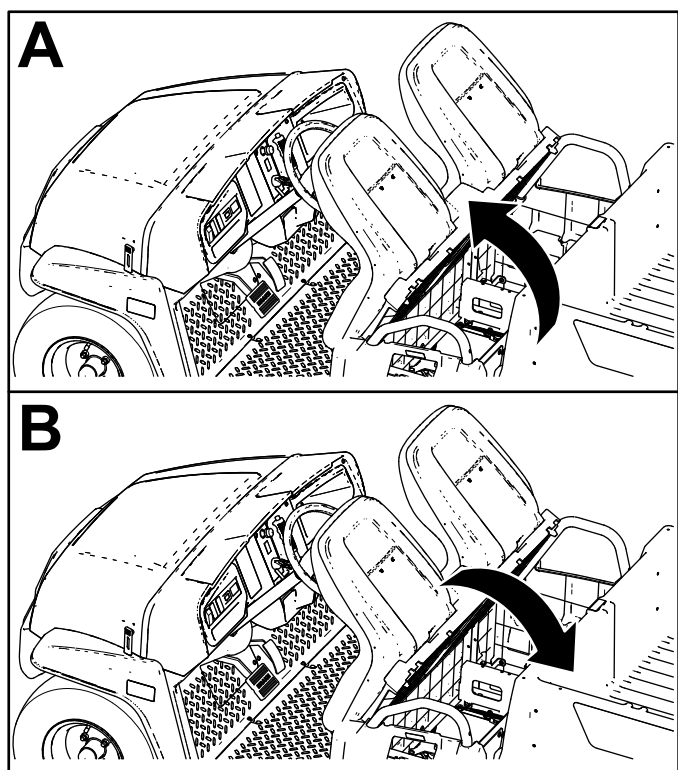

Figura 29
Pentru a ridica ansamblul scaunului, împingeți-l în față până când se sprijină pe volan (Figura 29).
Pentru a coborî ansamblul scaunului, împingeți-l în spate până când revine în poziția inițială (Figura 29).
1. Împingei ansamblul scaunului în față în poziție ridicată (Figura 29).